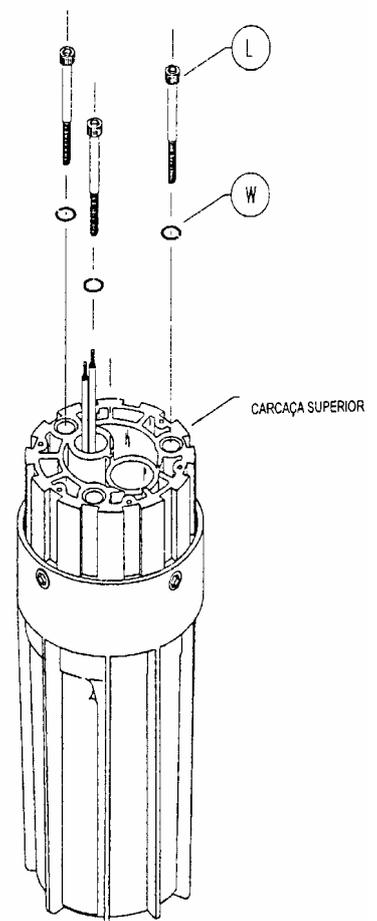

Figura 13
8) Vire o conjunto para baixo conforme mostrado na Figura 13.